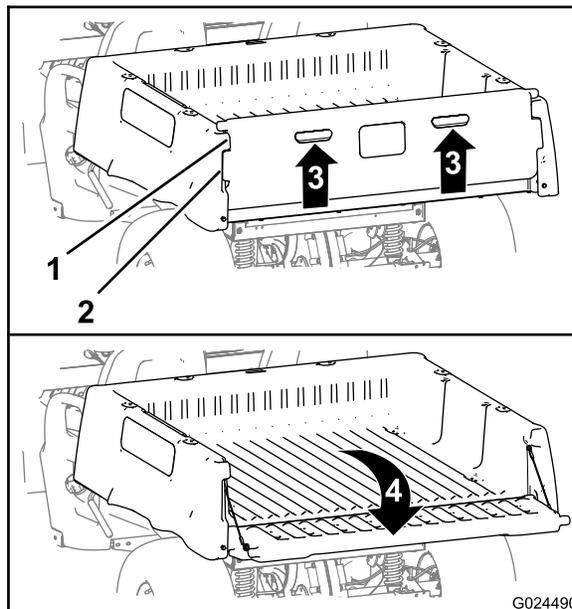

Figura 14
2. Sollevate agendo sugli elementi di spinta sul pannello posteriore della sponda posteriore (Figura 14).
3. Allineate le flange di bloccaggio della sponda posteriore alle aperture tra le flange della sponda stessa del cassone (Figura 14).
4. Ruotate la sponda posteriore indietro e in basso (Figura 14).
6. Ruotate la sponda posteriore in alto e in basso in modo che le flange di bloccaggio della sponda stessa siano a filo con la tasca della sponda nel cassone (Figura 14).
7. Abbassate la sponda posteriore in modo che si posizioni sul retro del pianale (Figura 14).